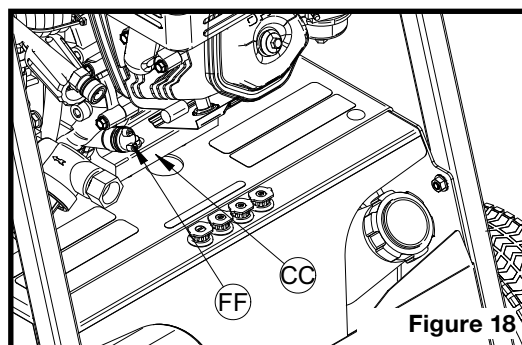

Figure 18
5. Dévisser le bouchon de remplissage/jauge (FF sur la figure 18).